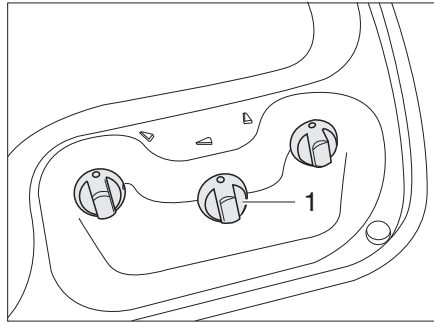
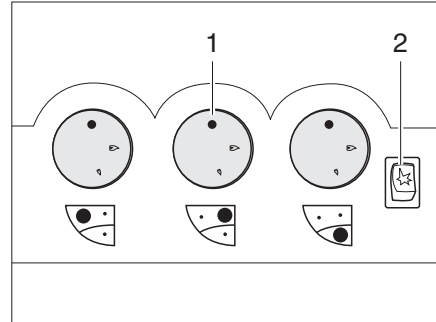

Bild 260 Bedienelemente für Gaskocher
Bild 261 Bedienelemente für Gaskocher
- Drehregler (Bild 260,1 oder Bild 261,1) der gewünschten Brennstelle auf Zündposition (große Flamme) drehen.
- Wenn eine Zündtaste (Bild 261,2) vorhanden ist: Funke durch Drücken der Zündtaste erzeugen.